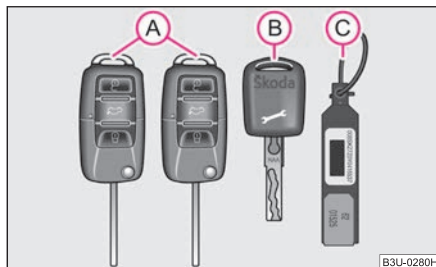

Fig. 17 Set di chiavi
La vettura ha in dotazione due chiavi principali (A) ⇒ fig. 17, una chiave Service (B) e una targhetta (C). Le chiavi principali si adattano a tutte le serrature. La chiave Service consente soltanto di aprire le porte e di avviare il motore. La chiave Service serve, ad esempio, quando si lascia la vettura presso un centro di assistenza o un albergo.